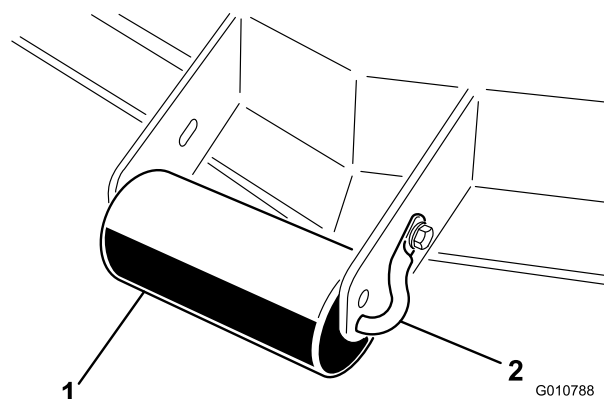

Bild 10
1. Entfernen Sie die Kopfschraube und Mutter, mit denen die Rollenwelle an der Mähwerkhalterung befestigt ist (Bild 10).